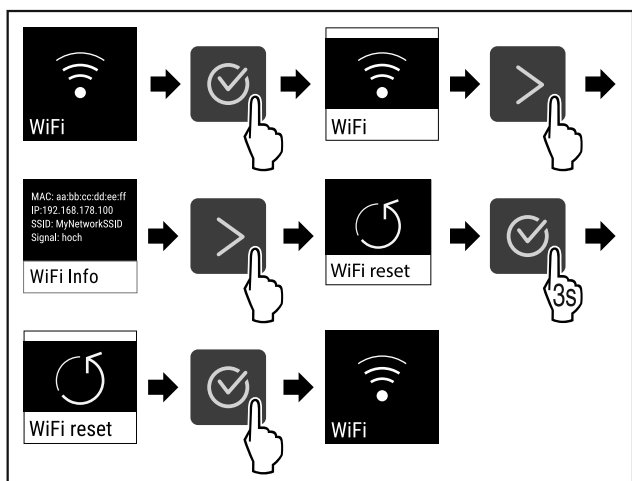

Fig. 87
- ▶ Vykonaajte kroky akcie (pozri Fig. 87) .